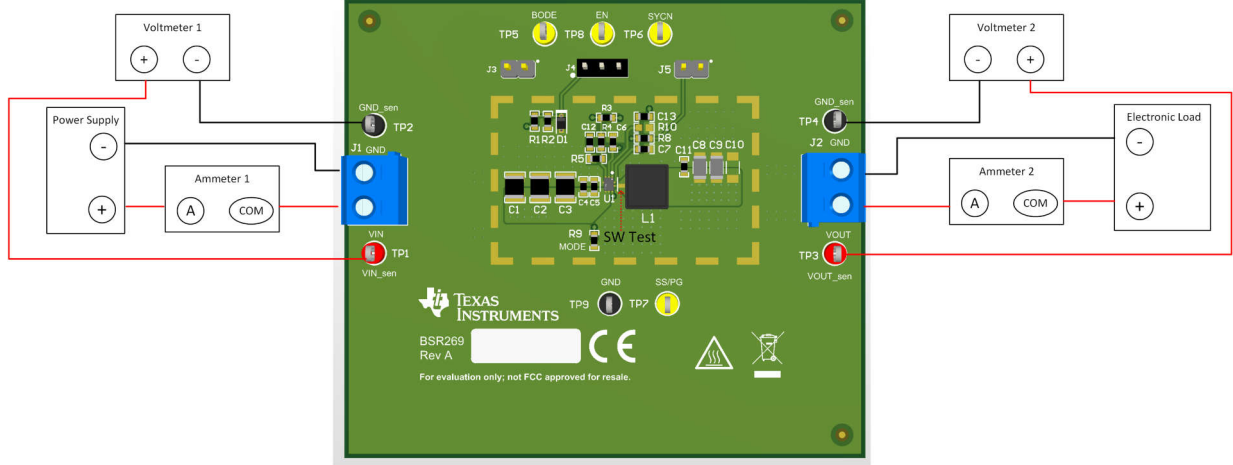

图 2-1. EVM 测试设置
参考表 2-1 所述的 EVM 连接，建议用于评估 TPS54538 的测试装置如图 2-1 所示。在提供 ESD 保护的工作站上工作时，请确保在处理 EVM 之前已连接所有腕带、靴带或垫子以使用户接地。
1. 在连接直流输入源之前，将输入电源的电流限值设置为最大 0.1A。确保输入源最初设置为 0V 并连接到 J1 的 VIN 和 GND，如图 2-1 所示。